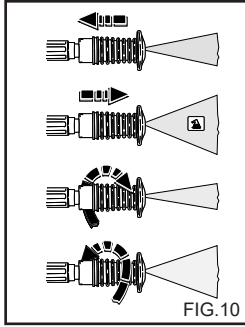

FIG.10
**USO DE LA BOQUILLA REGULABLE MULTIREG (Fig. 10).**